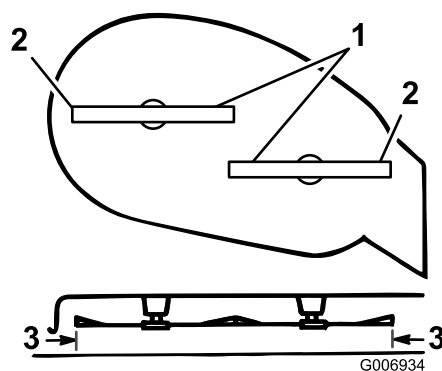

Figure 36
5. Tournez prudemment les lames pour qu'elles soient parallèles dans le sens transversal (Figure 36).
6. Mesurez la distance entre les tranchants extérieurs et le sol plat (Figure 36). Si les deux mesures diffèrent